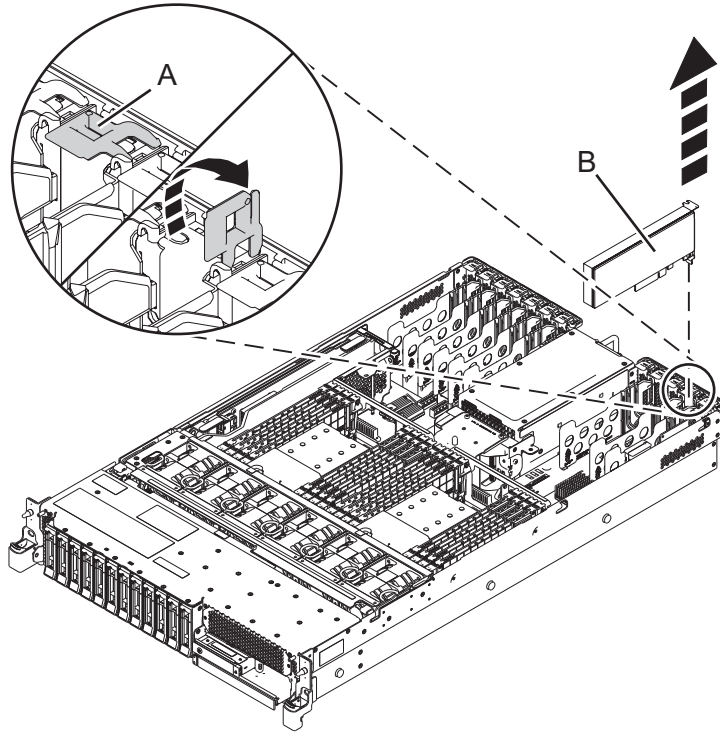

Figure 15. Retrait d'une carte PCIe d'un système 5148-21L, 5148-22L, 8247-21L, 8247-22L, 8284-21A ou 8284-22A
2. Pour placer le loquet de la carte (**A**) sur l'emplacement cible en position ouverte, faites pivoter le loquet (**A**) situé à l'arrière du système, dans le sens illustré dans la figure 15, à la page 28.
3. Saisissez avec précaution le bord supérieur ou la contre-poupée de la carte (**B**) et retirez celle-ci de son emplacement, comme illustré dans la figure 15, à la page 28.